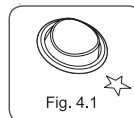

Fig. 4.1
1. Acione a fâscia mantendo pressionado o botão (fig. 4.1);